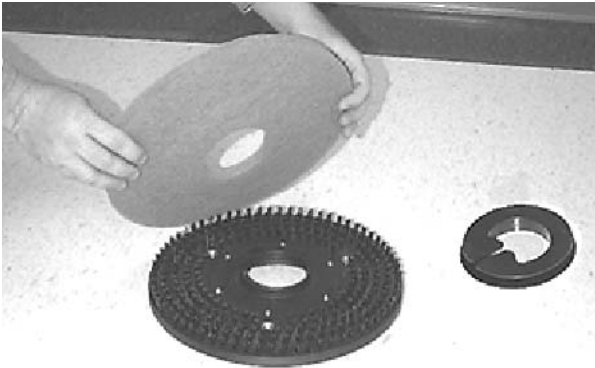

FIG. 8
6. **(Mise en place des patins)** Fixez les patins aux systèmes d'entraînement des patins avant d'attacher les systèmes d'entraînement des patins aux moyeux des moteurs. Fixez les patins avec la bague de blocage centrale en plastique (Figure 8).